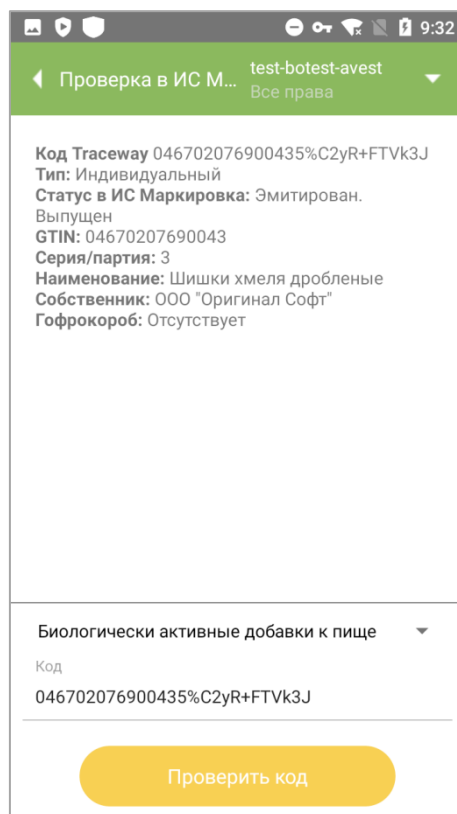

Рисунок 15.3
3. В результате на экране отобразится информация по коду, в том числе статус в «ИС Маркировка» (Рисунок 15.3).